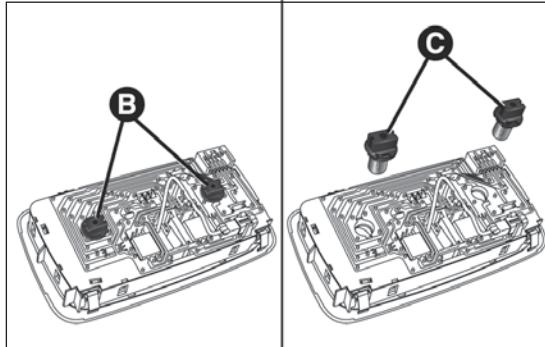

fig. 192
- svitare le sedi B fig. 192 delle lampade ed estrarre le stesse sfilandole verso l'esterno e successivamente sostituire le lampade C;